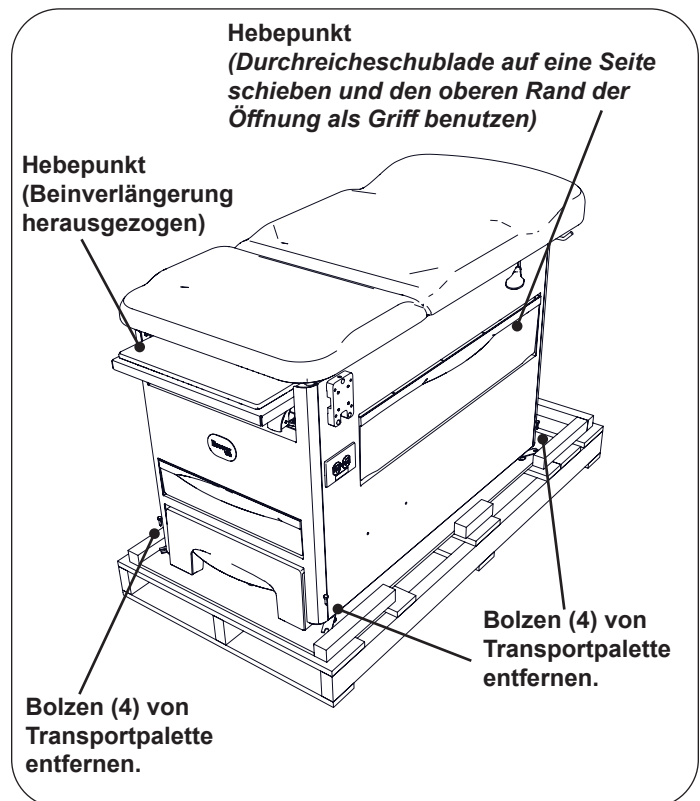

Figure 3. Tischhebepunkte
2. Lösen Sie den Tisch von der Transportpalette, indem Sie die 4 Schrauben mit einem 1/2-Zoll-Steckschlüssel von der Palette abschrauben und die Transporthalterung entfernen. Siehe Abbildung 3.
4. Nehmen Sie den Tisch von der Transportpalette und heben Sie ihn an den in Abbildung 3 angegebenen Hebepunkten an. Für das Anheben des Tisches sind zwei Personen erforderlich. Zum Anheben kann die Beinverlängerung verwendet werden.
- Um eine Beschädigung des Tisches zu vermeiden, heben Sie ihn nur an den in Abbildung 3 angegebenen Stellen an.